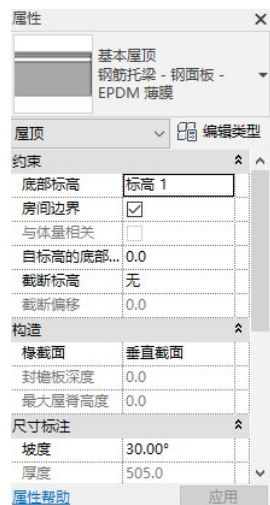

图 11-56 “属性”选项板
(5) 单击“模式”面板中的“完成编辑模式”按钮，完成屋顶迹线的绘制。
(6) 在“属性”选项板中选择“基本屋顶 钢筋托梁—钢面板—EPDM 薄膜”类型，其他采用默认设置，如图 11-56 所示。